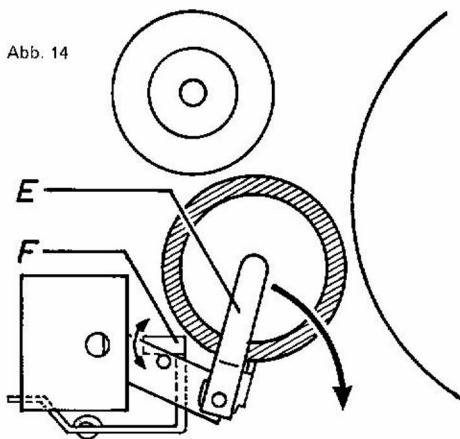

Abb. 14
Anschließend wird der Geschwindigkeitswähler auf Stellung 9,5 cm/s geschaltet, jetzt muß das Reibrad ebenfalls mit seiner vollen Lauffläche auf der Motorrolle und Schwungmasse laufen, wird diese Bedingung nicht erfüllt, so kann die Motorrolle verschoben werden. Anschließend ist jedoch die Stellung 19,05 cm/s zu prüfen und falls erforderlich zu korrigieren. In der Stellung „0“ des Geschwindigkeitswählers wird durch Biegen des Lappens (F) (siehe Abb. 14) sichergestellt, daß zwischen Motorrolle und Reibrad ein Abstand von 1 mm besteht.
### 8.3 Austausch des Reibrades (siehe Abb. 14)